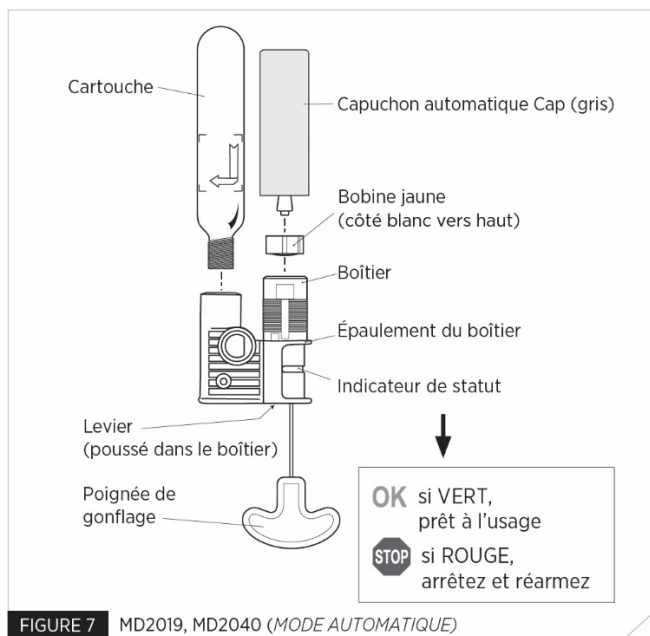

FIGURE 7 MD2019, MD2040 (MODE AUTOMATIQUE)
5. IMPORTANT! La bobine jaune doit être installée dans le boîtier avec le côté blanc vers le haut (Fig. 7). Alignez les rainures de la bobine avec les languettes dans l'orifice du boîtier et insérez-la.
1. Repérez le mécanisme de gonflage et sortez-le de son compartiment. (Fig. 7).
7. **IMPORTANT!** La bobine jaune doit être installée dans le boîtier avec le côté blanc vers le haut (Fig. 7). Alignez les rainures de la bobine avec les languettes dans l'orifice du boîtier et insérez-la.
11. Examinez l'indicateur de statut (Fig. 7) et assurez-vous qu'il est VERT. Si l'indicateur est rouge, le mécanisme de gonflage a été déclenché ou n'est pas armé correctement et doit être réarmé.